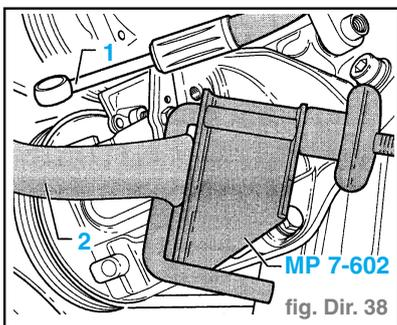

fig. Dir. 38
- Mettre une pince **MP 7-602** sur la conduite d'aspiration (1) (fig. Dir. 38).